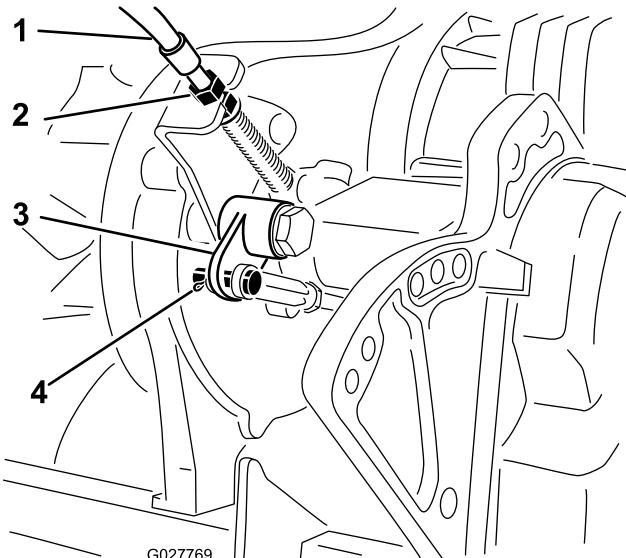
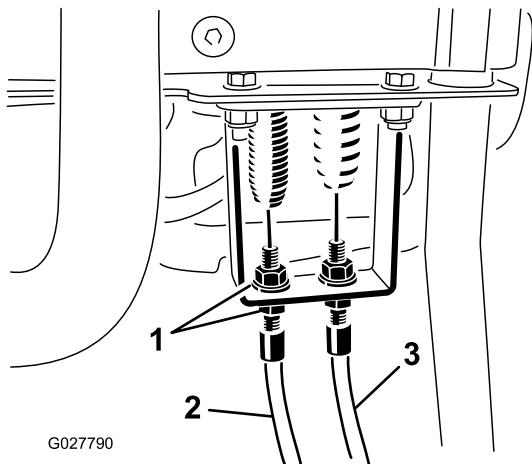

Figure 49
Figure 50
**Remarque:** Si la distance est hors limites, réglez les écrous de blocage du câble d'embrayage près de la traversée de la transmission (Figure 49) ou la traversée du panneau de commande (Figure 50).